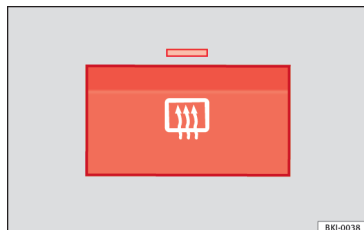

Fig. 148 Vicino ai comandi del climatizzatore: interruttore del lunotto termico.
- Premere l'interruttore di disappannamento  » **fig. 148**